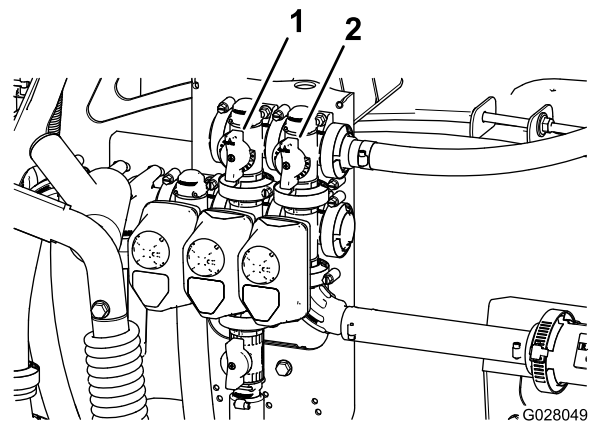

Figura 31
11. Regolate la valvola di bypass dell'agitatore (Figura 31) sul retro della valvola dell'agitatore fino a quando il valore della pressione sul misuratore corrisponde a 6,9 bar.
9. Regolate la maniglia del bypass principale della barra al fine di controllare il valore dell'agitazione che ha luogo all'interno del serbatoio (Figura 31).